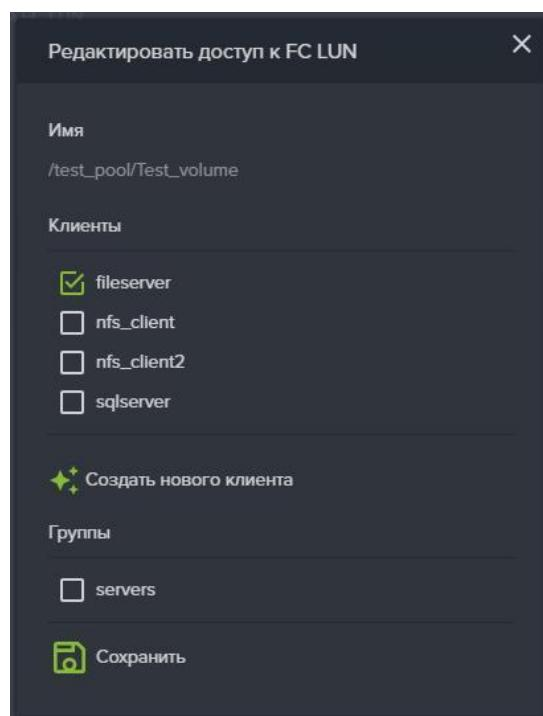

Рисунок 70 – Редактировать доступ к FC луну
3. Нажмите на кнопку «Редактировать доступ», откроется окно «Редактировать доступ к FC LUN» (см. Рисунок 70).